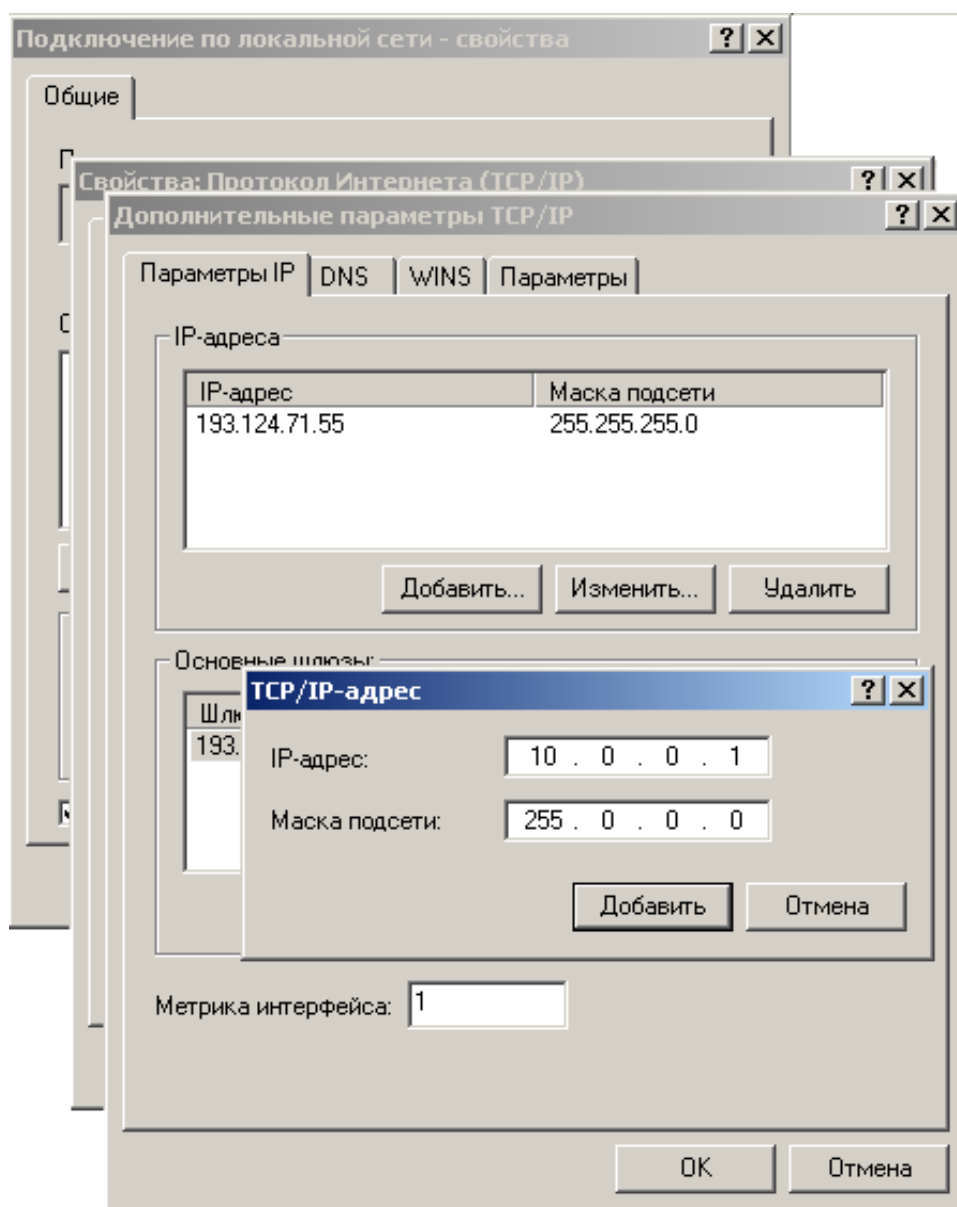

Рис. 4. Добавление нового IP-адреса
1. Добавьте (см. Рис.4) новый IP-адрес на сетевой интерфейс Вашего персонального компьютера с установленным ПО PERCo-S-20. Или измените существующие IP-адрес (например, 10.0.0.1) и маску сети на те, которые указаны в паспорте на контроллер. Сделайте это соответствующим для операционной системы образом.